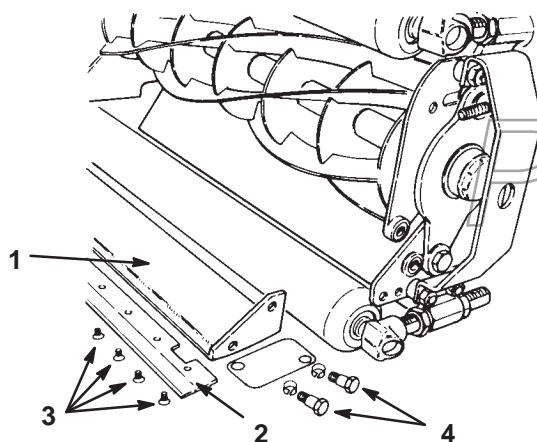

Fig. 26
2. Ta bort underknivens fästsruvar och ta loss underkniven från underknivsstången (fig. 26). Ta bort skruvarna.